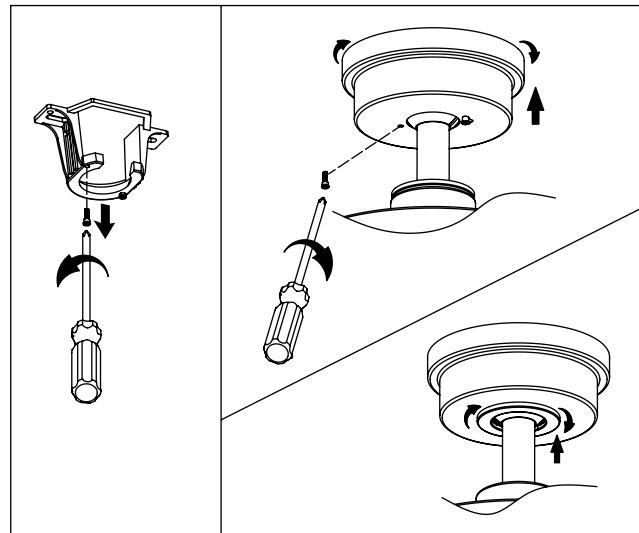

Fig. 18
Étape 1. Retirez l'une des deux vis à épaulement du support de montage. Desserrez la deuxième vis à épaulement sans la retirer complètement. (Fig. 18)
Étape 2. Assemblez l'auvent en tournant la fente de la clé dans l'auvent sur la vis à épaulement dans le support de montage. Réinstallez la vis à épaulement précédemment retirée, puis resserrez fermement les deux vis à épaulement. (Fig. 18)
Étape 3. Fixez et serrez solidement le couvercle du trou de l'auvent sur les vis à épaulement du support de montage en utilisant la fonction de verrouillage par rotation de la rainure de clé. (Fig.18)